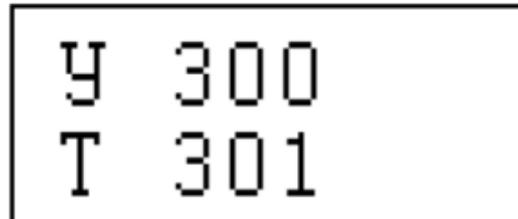

Рис. 3– Экран дисплея в режиме работы, где: У – выбранное давление, Т – текущее давление
6.4. Запустить жгут в работу нажатием кнопки НАБОР. При этом начнется выбор давления и на экране будет отображаться его значение напротив буквы «У» - установка. В процессе выбора давление можно корректировать однократным (шаг 5 мм рт.ст.) или длительным (шаг 10 мм рт.ст.) нажатием на кнопку. Для активации режима работы и набора давления кнопку необходимо отпустить более чем на 3 секунды. На дисплее при этом будет показано значение «У» (Установки) и «Т» (Текущего) давления (см. Рис.3).